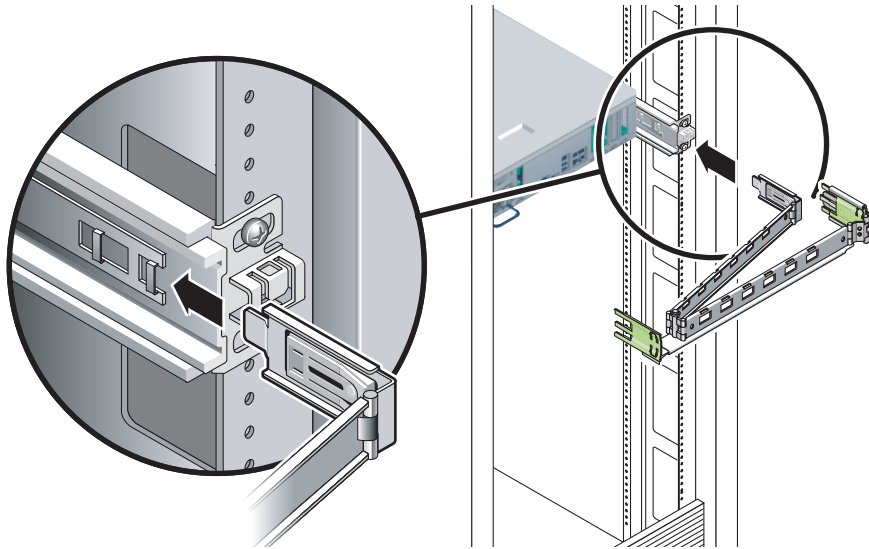

FIGURE 3-31 Montage du connecteur CMA interne
2. Insérez la plus petite des extensions dans le clip situé à l'extrémité du support de montage (FIGURE 3-31).